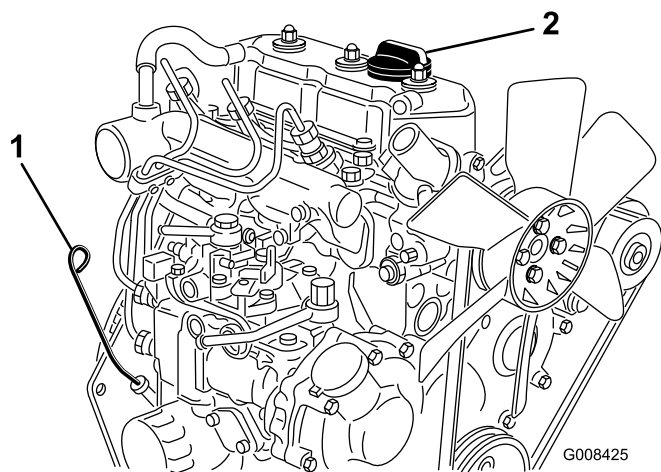

図 29
2. ディップスティックを抜き、ウェスで一度きれいに拭く(図 29)。ディップスティックを、首の根元までもう一度しっかりと差し込む。首から引き抜いて油量を点検する。油量が足りなければ、バルブ・カバーについている補給